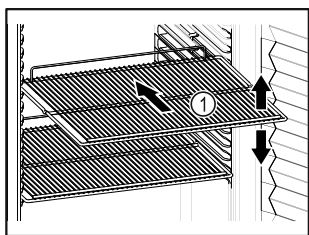

Fig. 60 Ilustratīvs attēlojums
- Ja novietošanas režīji Fig. 60 (1) ir novirzāmi, pielāgojiet tos pēc augstuma.